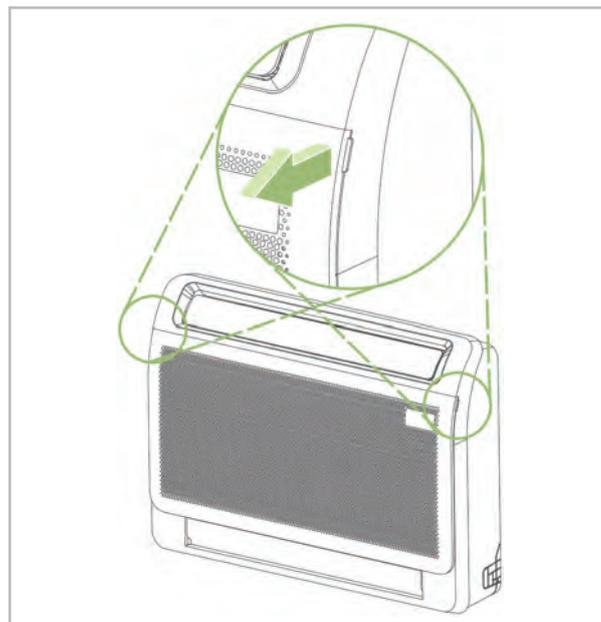

Abb. 10: Öffnen des Lufteintrittsgitters
2. ➤ Das Lufteintrittsgitter öffnen (siehe Abb. 10)